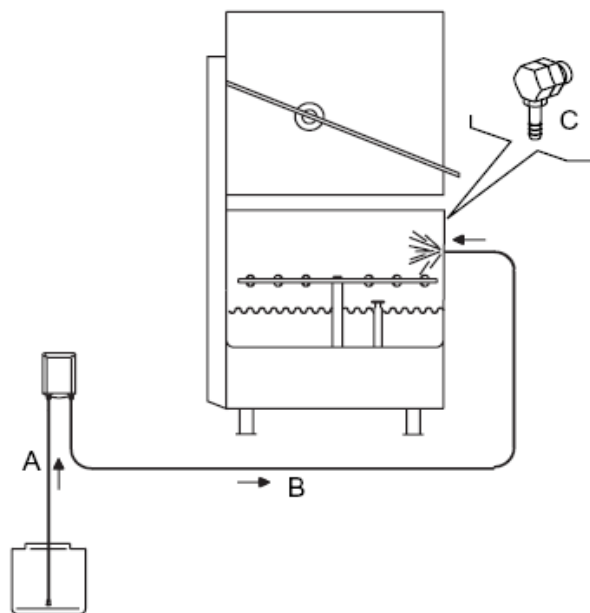

Fig 3.8.1
- Sluit de doseerpomp verder aan zoals getoond in het voorbeeld hiernaast. Fig3.8.1.